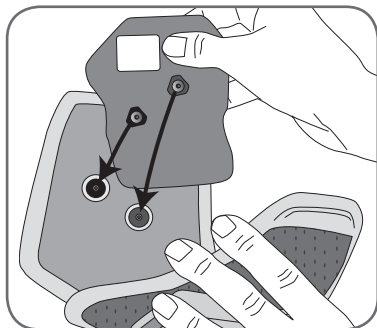

Abbildung 6-5: Ausrichten der großen Gewebeelektrode
5. Richten Sie den orangefarbenen und den blauen Druckknopf auf der großen Gewebeelektrode an dem orangefarbenen und dem blauen Loch auf der L300-FS-Manschette aus (siehe Abbildung 6-5).